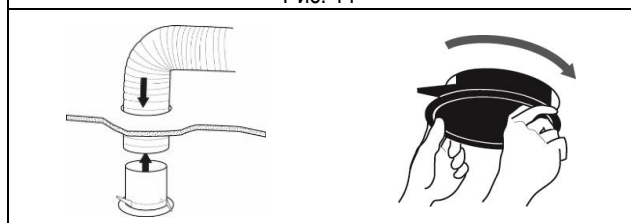

Рис. 12
- Подведите к отверстию воздуховод соответствующего диаметра и вставьте соединительную манжету (рис. 12).